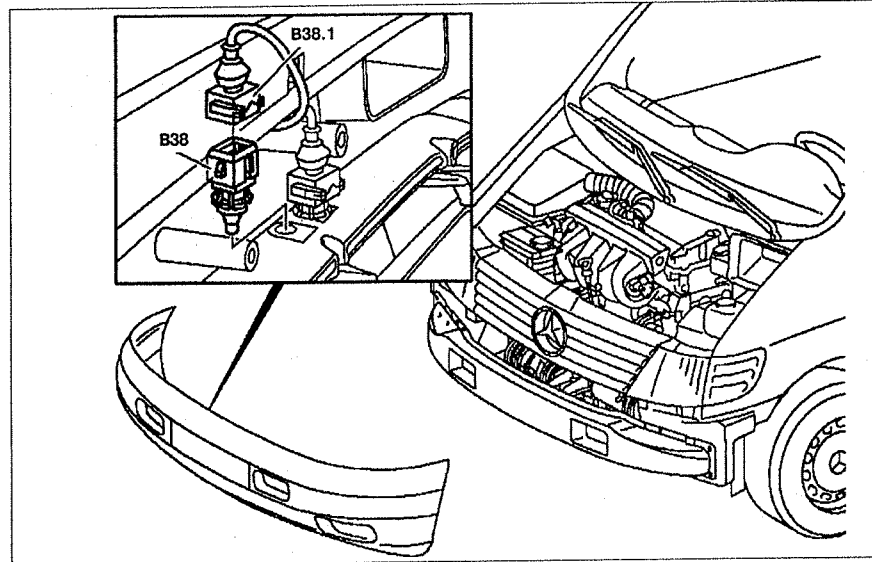

Рис. 10.11. Датчик температуры наружного воздуха: **B.38**. Датчик температуры наружного воздуха, **B38.1**. Разъем проводки датчика.
2. Отсоедините разъем проводки **B38.1** от датчика (см.рис.10.11).